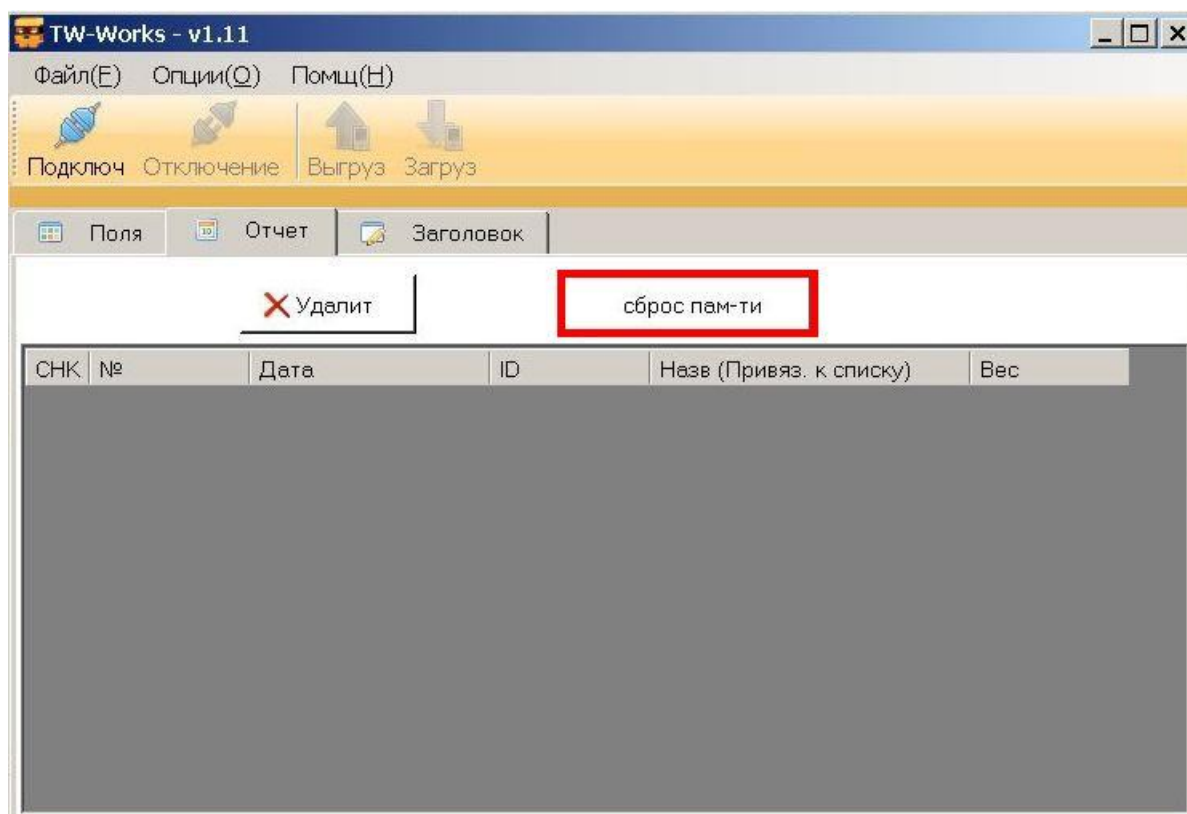

Рисунок 6.5
- Для полной очистки памяти в TWN нажать «сброс пам-ти» (см. рисунок 6.5). Память очистится.